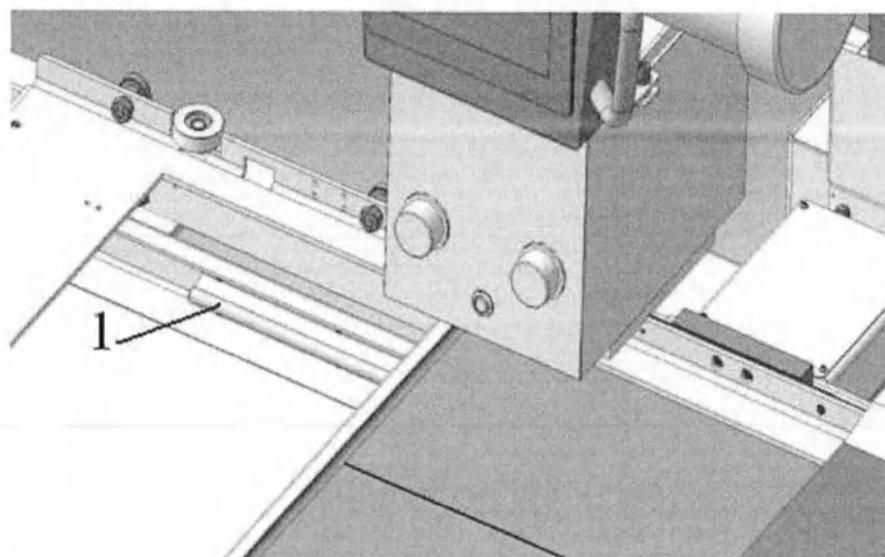

Рисунок 3.3 – Схема расположения направляющей
- провести смазку (рисунок 3.3) направляющей 1. Смазка ЦИАТИМ-201;